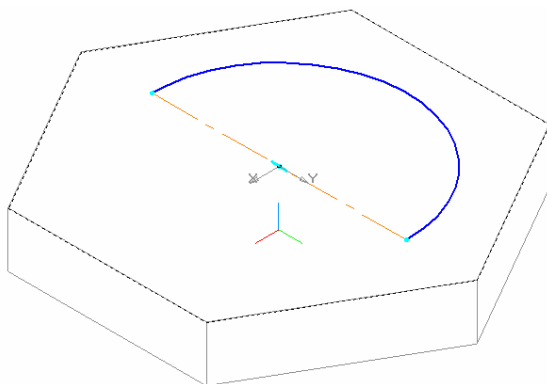

Рис. 35. Эскиз для построения сферы
3. Построим эскиз для создания полусферы (рис. 35): зададим «Дугу» радиусом 24 мм от центра координат и соединим концы дуги «Отрезком», проходящим через центр системы координат, с заданным стилем линии «Осевая».